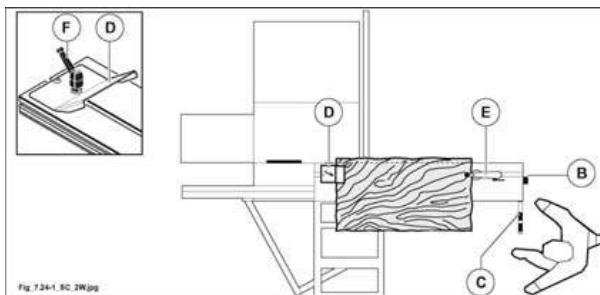

Fig. 7.24-1
Nelle lavorazioni di pannelli di grandi dimensioni, posizionare la riga telescopica e il telaio di squadra in spinta (vedi fig. 7.24-1); con questa posizione si ottiene la massima lunghezza di taglio.
- Aprire completamente il vagono come in fig. 7.24-1 e bloccarlo con la leva (B fig. 7.24-1).
- Appoggiare il pezzo da rifilare sul vagono e sul telaio come mostra la fig. 7.24-1.
- Allentare la maniglia (F fig. 7.24-1) e far scorrere la battuta a tegola (D fig. 7.24-1) nella scanalatura per portarla in appoggio al pezzo.
- Serrare la maniglia (F fig. 7.24-1).
- Avvicinare il gruppo pressatore (E fig. 7.24-1) al pezzo.
- Sbloccare il vagono agendo sulla leva (B fig. 7.24-1).
far avanzare il pezzo contro la lama (già impostata all'altezza voluta) spingendo il vagono dalla maniglia (C fig. 7.24-1). Durante la fase di carico del pezzo sul vagono fare attenzione a non urtare la lama sega.